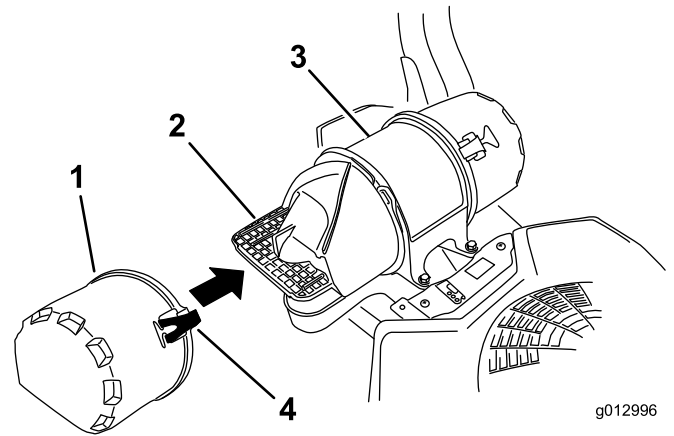

Figura 46
3. Abra los cierres del limpiador de aire y tire de la tapa de la entrada de aire para separarla del cuerpo del limpiador de aire (Figura 46).
5. Instale la tapa del limpiador de aire y sujétela con los enganches (Figura 46).